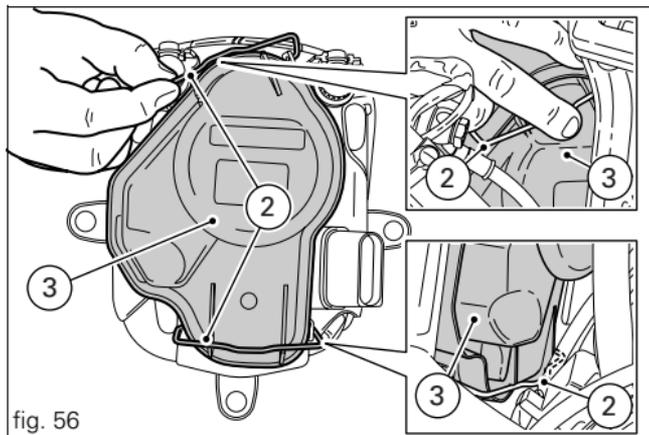

fig. 56
Pour accéder aux ampoules du phare avant, décrocher les agrafes (2), supérieure et inférieure, en intervenant par les côtés de la bulle fixe au-dessous du tableau de bord (fig. 56), et ouvrir le cache (3).